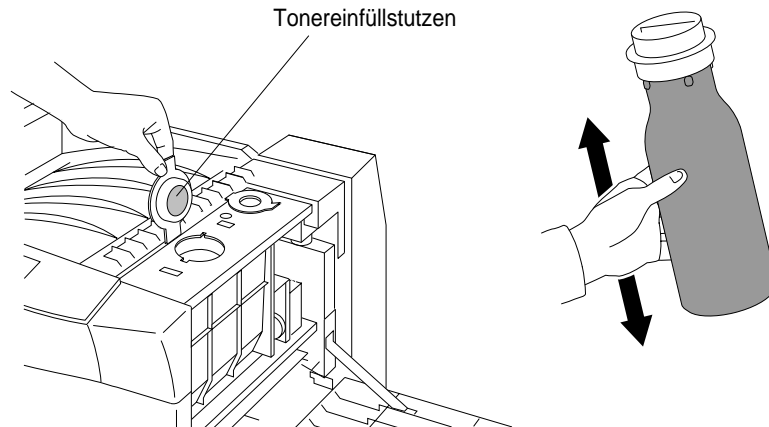

Abbildung 4-2 Öffnen des Tonereinfüllstutzens und Schütteln der Tonerflasche
5. Öffnen Sie den Tonereinfüllstutzen, wie in Abbildung 4-2 gezeigt.